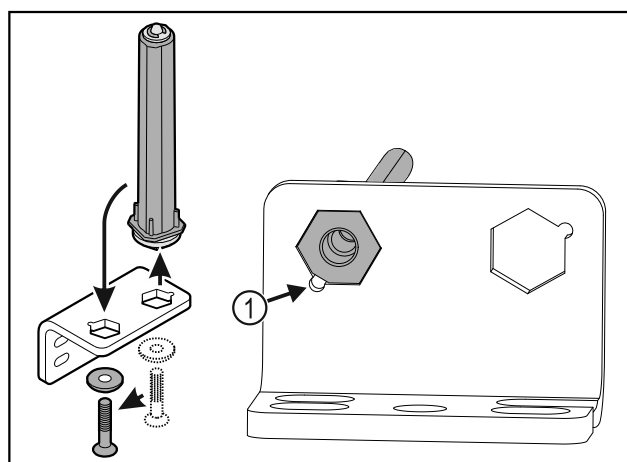

Fig. 33
- Aveți în vedere ca la introducerea, teșitura bolțului Fig. 33 (1) să fie orientată spre orificiul rotund.